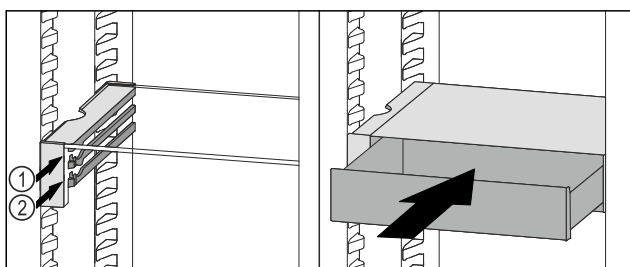

Fig. 82
- Zásuvku VarioSafe nasadíte za záložkami na požadovanom rebre Fig. 82 (1) alebo Fig. 82 (2).